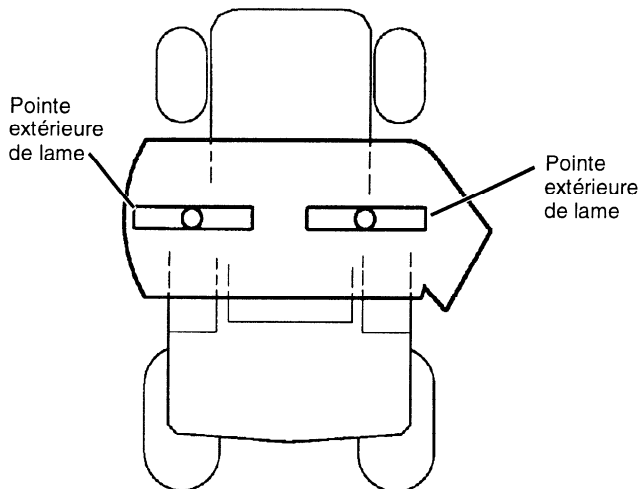

FIGURE 43
- Mesurer la hauteur entre le sol à niveau et la pointe extérieure des lames de droite et de gauche (voir Fig. 43). La différence entre les deux mesures ne doit pas dépasser 6 mm (1/4 po).